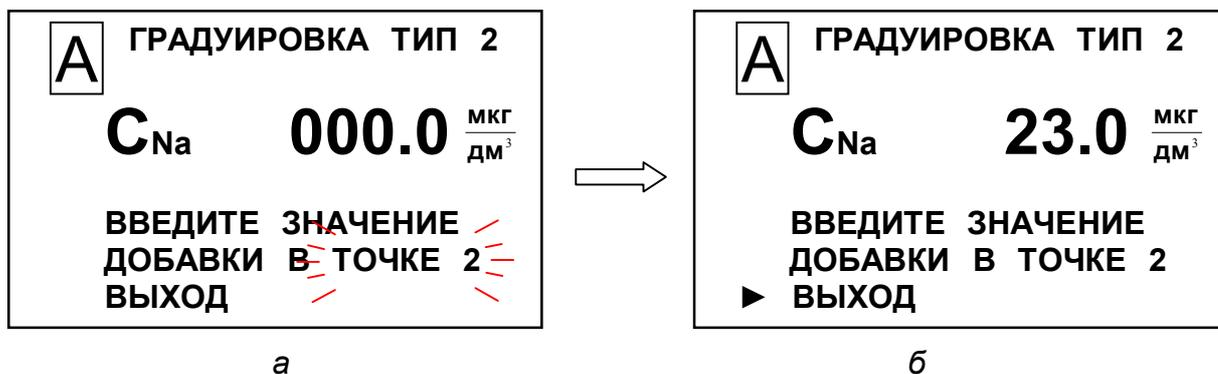

Рисунок 2.30
- 27 Установить маркер «▶» на строку **ВЫХОД** (рисунок 2.30б) и нажать кнопку « $\frac{\text{МЕНЮ}}{\text{ВВОД}}$ ». Появится экран в соответствии с рисунком 2.31а.